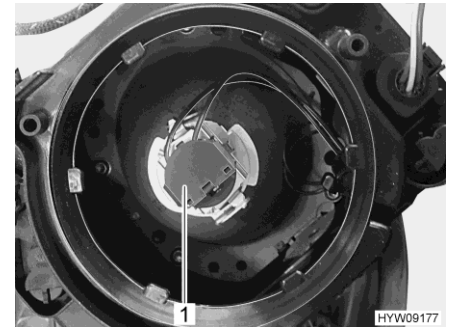

Bild 231 Glödlampa (halvljus/helljus)
- Vrid hållaren (Bild 231,1) med lampan moturs och ta den ur lamphuset.
- Sätt in hållaren (Bild 231,1) med glödlampa i lamphuset och vrid medurs för så att den sitter fast. Hållaren hakar hörbart i läge.